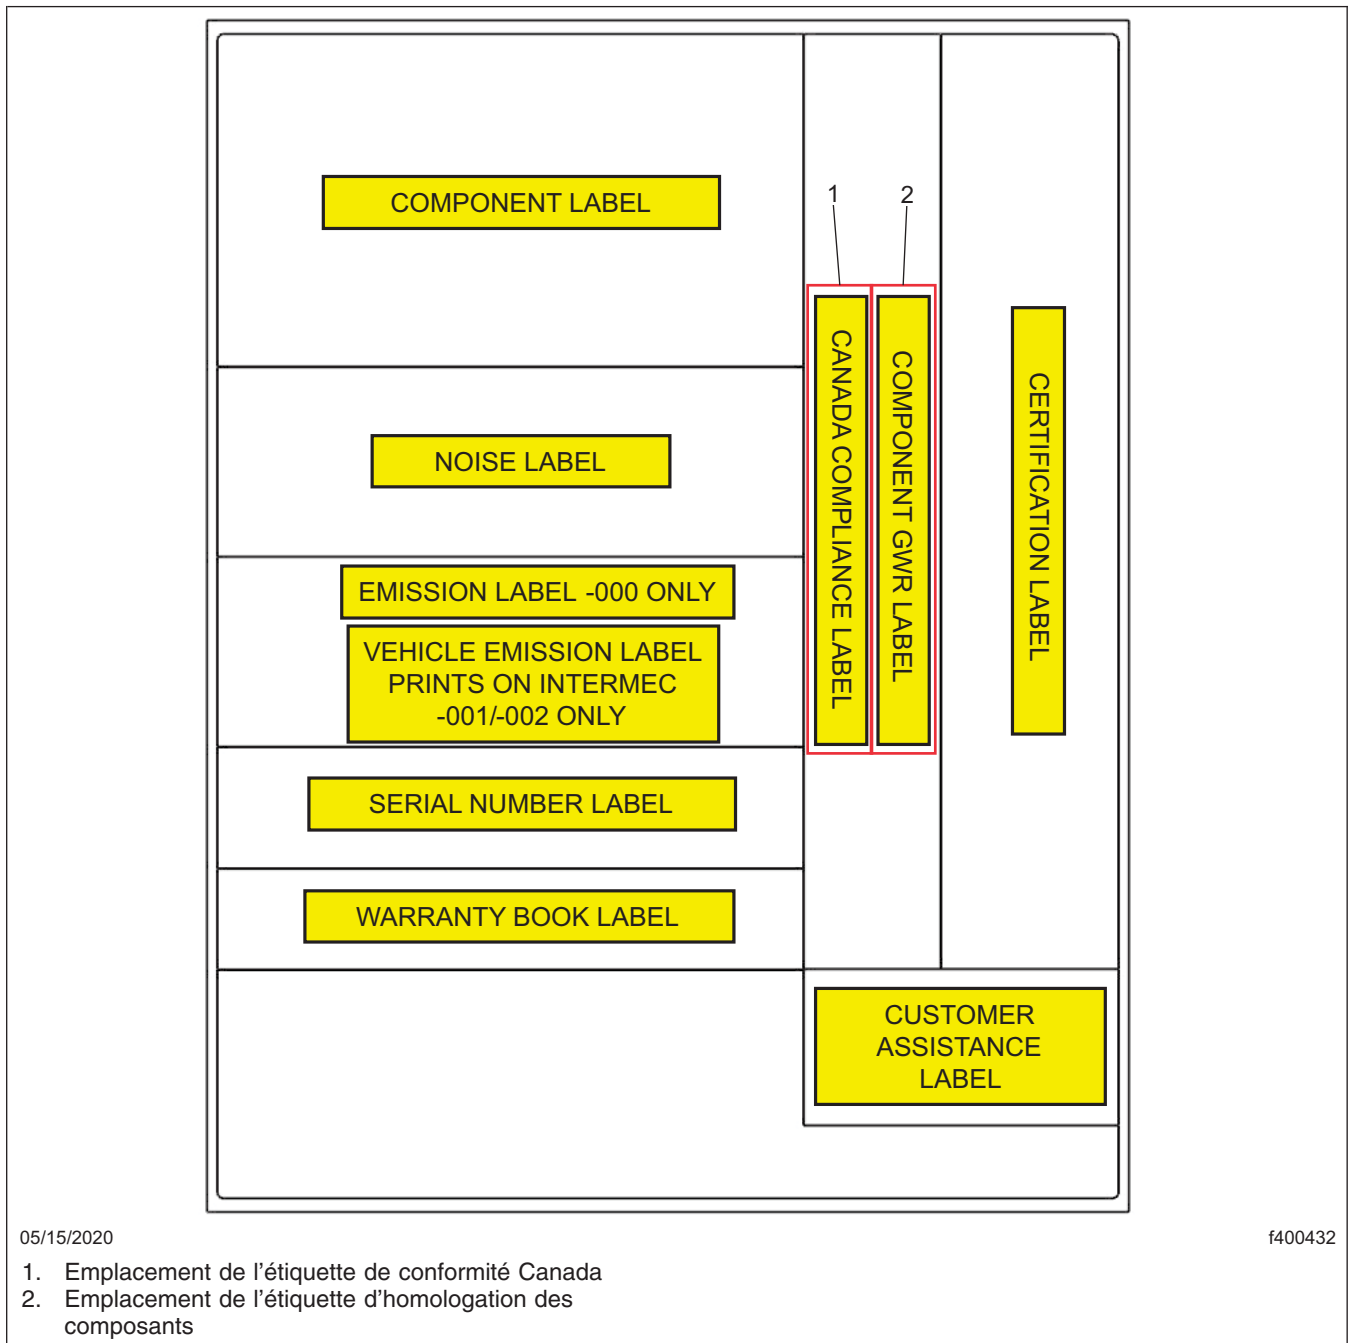

Fig. 9, Emplacement de l'étiquette d'homologation des composants, trousse de rappel, Western Star
4. Localisez la nouvelle étiquette d'homologation des composants. Reportez-vous à la **Figure 9**. Assurez-vous que le NIV de l'étiquette d'homologation des composants actuelle correspond au NIV la nouvelle étiquette d'homologation des composants.
4. Localisez la nouvelle étiquette d'homologation des composants et la nouvelle étiquette de conformité Canada. Reportez-vous à la Figure 9. Assurez-vous que le NIV de l'étiquette d'homologation des composants actuelle correspond au NIV la nouvelle étiquette d'homologation des composants.